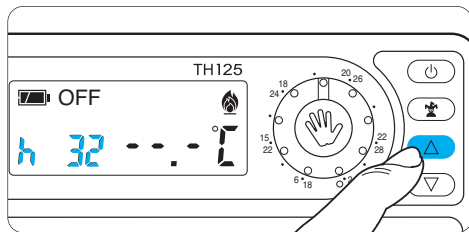

Fig. 39
12.3 - Premere il pulsante ∇ o Δ sino a raggiungere il numero di ore desiderato da 1 a 99 (fig. 39).